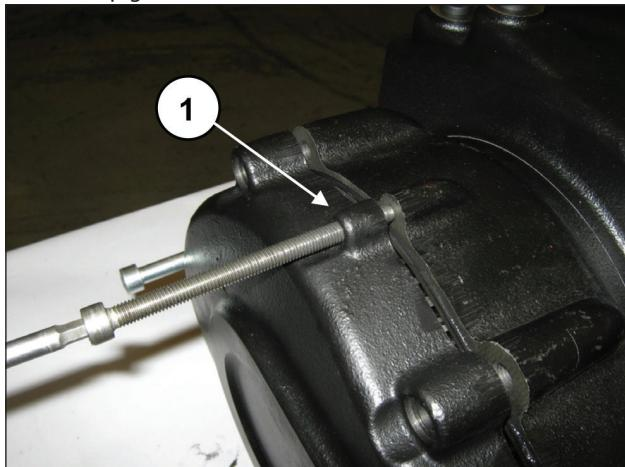

Fig. 6
Visser progressivement les 3 vis M8 (rep. ①, Fig. 6) faisant office d'extracteurs jusqu'à déposer complètement l'ensemble couvercle/pignon